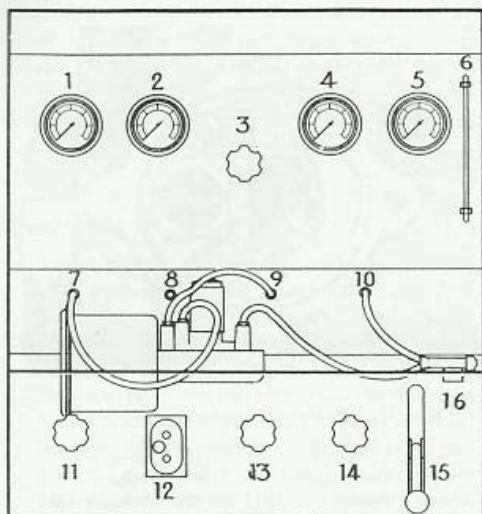

Bild 99. Provningskoppling
För fullständig provning fordras en provbänk kompletterad med en manövercylinder, t.ex. enligt bild 99 och 100. Manövercylinderns uppgift är att under servocylinderns provning möjliggöra en slaglängd som motsvarar i vagn monterad cylinder.
1. Anslut vakuumledningen (7 bild 99) till servobromscylinderns hydrauliska inlopp. Cylindern skall därvid givetvis vara tömd på bromsvätska. De hydrauliska anslutningarna har gängan 3/8" x 24 UNF. Plugga hydrauliska utloppet. Starta vakuumpumpen och öppna vakuumentilen (11). När 0,75 kp/cm² uppnåtts (mätare 1) stängs ventilen (11). Efter 5 sekunder skall servocylindern hålla minst 0,7 kp/cm² vakuum. Lossa därefter vakuumledningen och frilägg hydrauliska utloppet.
2. Anslut servocylinderns hydrauliska inlopp till ledningen (9) och dess hydrauliska utlopp till manövercylindern (16).